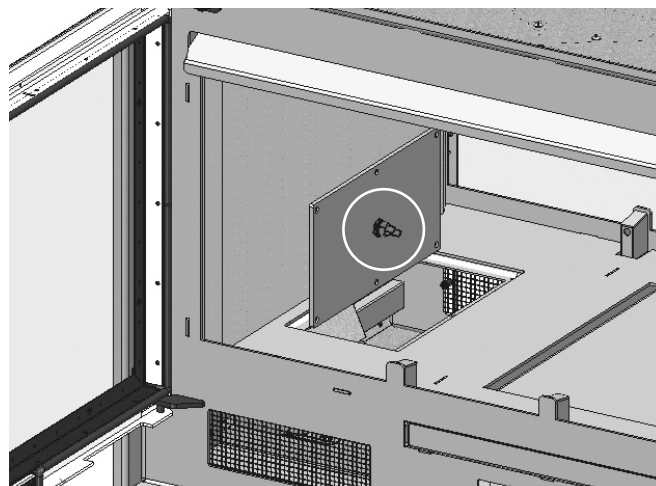

FIG. 11
3. **Attenzione!** Sotto uno dei coperchi si trova il termostato. Rimuovere il termostato svitandolo una volta sollevato il coperchio (Fig. 11)